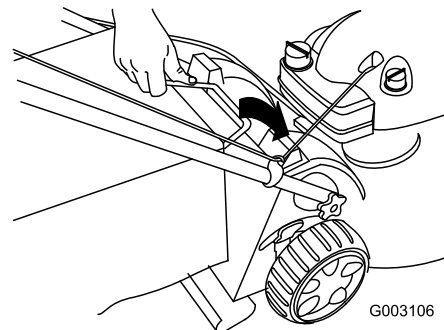

Figura 25
3. Introduzca el asa de la bolsa de recortes en las ranuras de la parte superior del cortacésped (Figura 25).